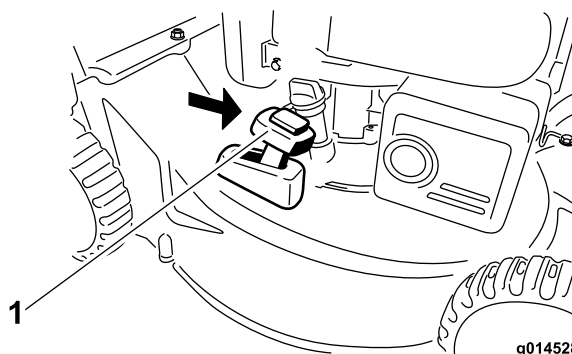

Figura 18
2. Installate il cesto di raccolta; fate riferimento a Rimozione del cesto di raccolta (pagina 11) e spostate la leva di comando del cesto nella posizione di **raccolta** (Figura 18).
**Nota:** Prima di scaricare posteriormente lo sfalcio, togliete il cesto di raccolta dal tosaerba, se montato; fate riferimento a Rimozione del cesto di raccolta (pagina 11). La leva di comando del cesto deve essere in posizione di **raccolta** (Figura 18).